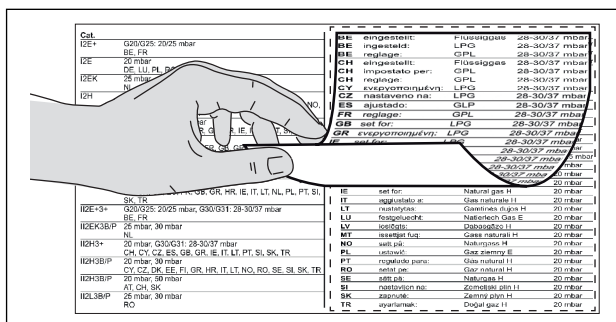

Fig. 5.27 Påsætning af dysesættets typeskilt
- ▶ Dysesættets selvklæbende typeskilte, som er vedlagt leveringsomfanget, klistres oven på dysesættets typeskilt på undersiden af kogepladen (se fig. 5.27) og på bagsiden af denne brugs- og monteringsanvisning.